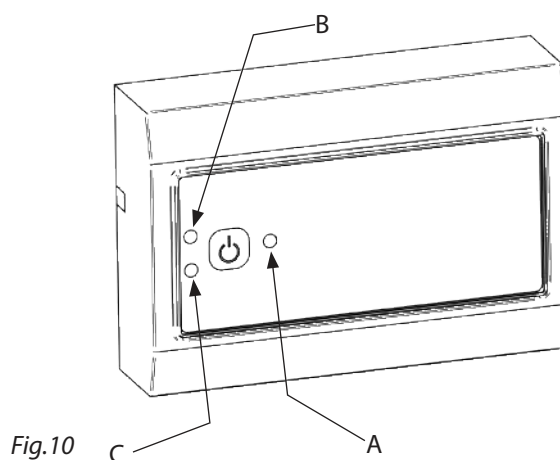

Fig.10
- Presione el botón de Encendido / Apagado (Fig. 10-A).
- El indicador LED de funcionamiento (Fig. 10-B) parpadeará en VERDE hasta que se confirme que la chimenea ha alcanzado el tiro adecuado. Si parpadea en AMARILLO, deberá abrirse el regulador de tiro. El indicador LED de funcionamiento cambiará a VERDE y podrá encenderse el hogar.
Indicador LED de funcionamiento (Fig. 10-B)
Indicador LED de alarma (Fig. 10-C)
Si se activa el LED de alarma (Fig. 10-C) durante el funcionamiento, presione dos veces el botón de Encendido / Apagado para detener el ventilador y reiniciar el controlador. Si el indicador LED de alarma permanece encendido después del reinicio, consulte la sección "Resolución de problemas".
Mantenga pulsado el botón de Encendido / Apagado (Fig. 10-A) durante al menos cuatro segundos para aumentar la velocidad de funcionamiento del ventilador. Si el controlador está apagado se restaurará la velocidad del ventilador.